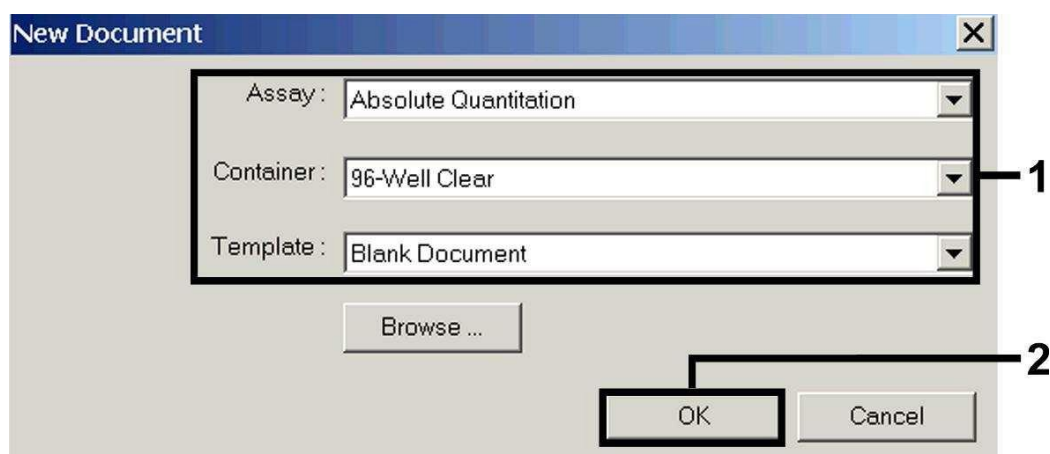

Fig. 3 : Paramétrages lors de la création d'un nouvel essai PCR (*New Document*).
Dans le cas de l'ABI PRISM 7000 SDS, sélectionner la commande *New* du menu *File* et définir les paramètres de base suivants pour le nouveau document (voir Fig. 3). Un modèle préalablement enregistré (*SDS Template* [*.sdt]) se trouve dans la liste *Template* ou peut être sélectionné à l'aide de la fonction *Browse* (voir 8.5.1.5 *Enregistrement de l'essai PCR*). Confirmer les indications (OK).